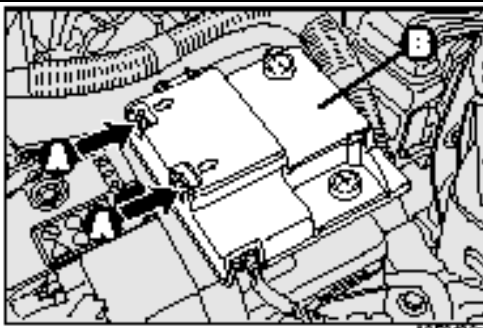

рис. 62
- нажмите на удерживающие пружины А-рис.62 и снимите защитную крышку В;